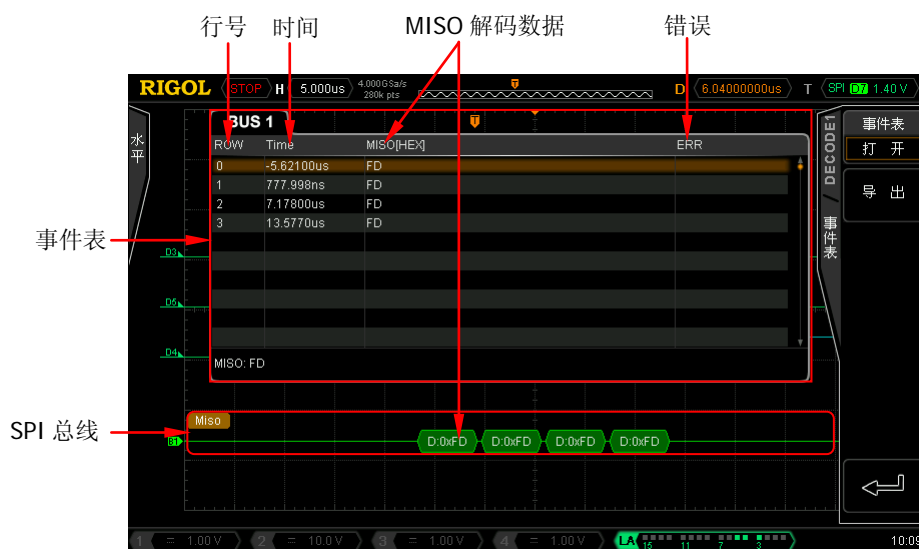

图 8-5 SPI 解码
按 **BUS 状态** 软键打开或关闭 Decode1 的显示。您也可以按 **Decode1** 软键切换当前 Decode1 显示的开/关状态。打开总线显示时，如图 8-5 所示。
- 1) 按 **事件表** 软键打开或关闭事件表。事件表打开时，如图 8-5 所示。